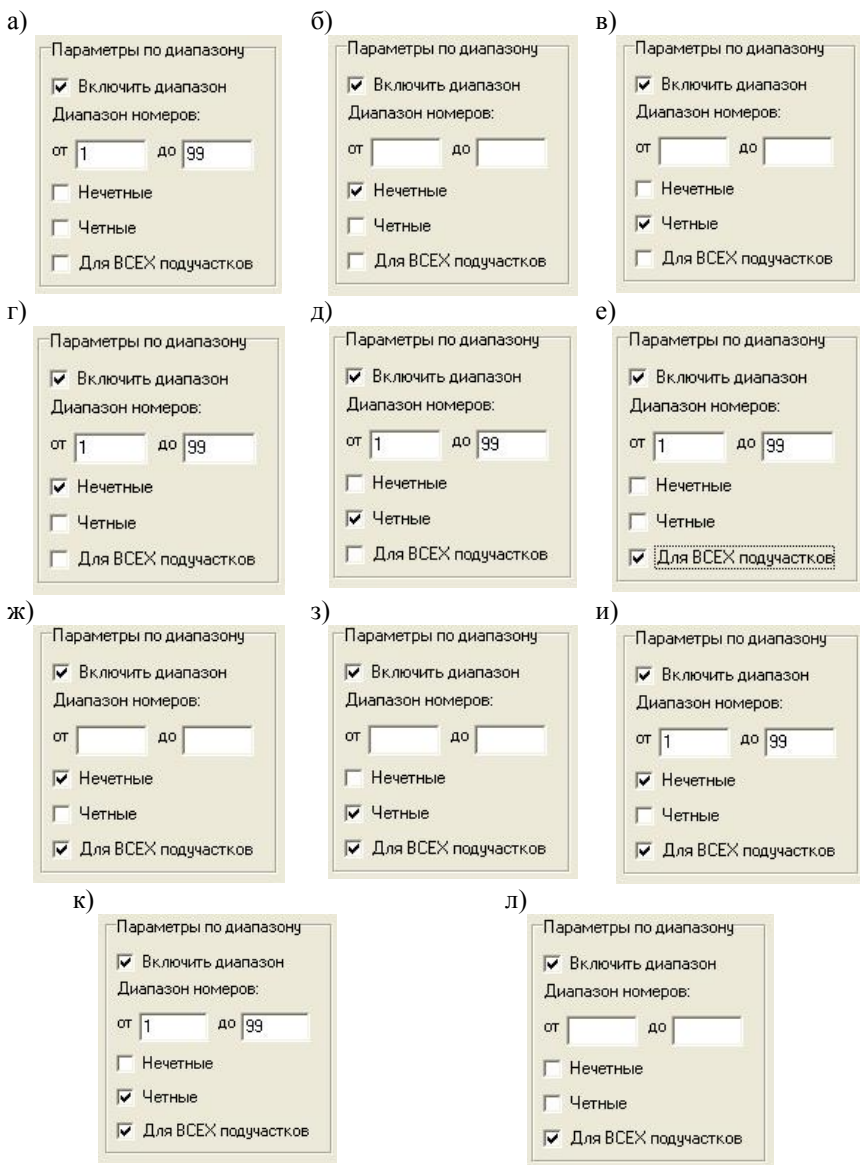

Рисунок 5.44 – Настройки параметров
- 1) только по диапазону номеров (рисунок 5.44, а);
- 2) только нечетные (рисунок 5.44, б);
- 3) только четные (рисунок 5.44, в);
- 4) нечетные по диапазону номеров (рисунок 5.44, г);
- 5) четные по диапазону номеров (рисунок 5.44, д);
- 6) только по диапазону номеров из основного и всех подгруженных участков (рисунок 5.44, е);
- 8) только четные из основного и всех подгруженных участков (рисунок 5.44, з);
9) нечетные по диапазону номеров из основного и всех подгруженных участков (рисунок 5.44, и);
10) четные по диапазону номеров из основного и всех подгруженных участков (рисунок 5.44, к);
11) для всех из основного и всех подгруженных участков (рисунок 5.44, л).